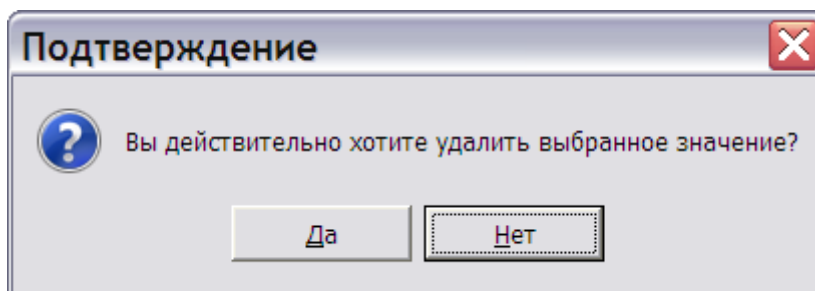

Рис. 22.34
2. Нажмите на кнопку **Удалить значение (Del)** или в контекстном меню выберите команду **Удалить**. При этом откроется системное окно **Подтверждение** (Рис. 22.34).